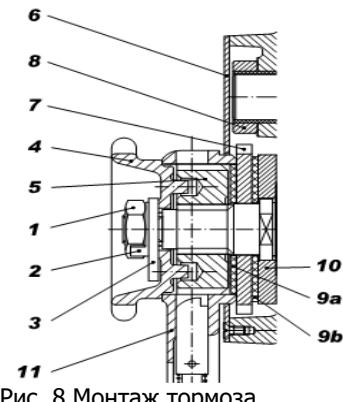

Рис. 8 Монтаж тормоза.
Ослабьте шайбы (2) и снимите гайку (1). Снимите шайбу (2) и упор (3), ручное колесо (4), колесо (5) и ручной рычаг (11). Снимите кожух (6) и тормозной вкладыш (9а), рогатку (7), и тормозной вкладыш (9б) и шайбу (10). Смонтируйте. (рис. 8)
Снимите гайку (1) снимите и поверните упор (3) чтобы между зубом (2А или 2В) был угол 50 градусов. В случае не возможности достичь требуемого, рис. 8. Регулировка тормоза снимите ручное колесо (4), затем поверните таким образом, чтобы между упором (3) и зубом (2А или 2В) был требованный угол. Проведите испытание тормоза.
3. Проверьте тормозные колодки, собачку и рогатку, (детали 9а, 9в, 7 и 10 на рис. 8), очистите.